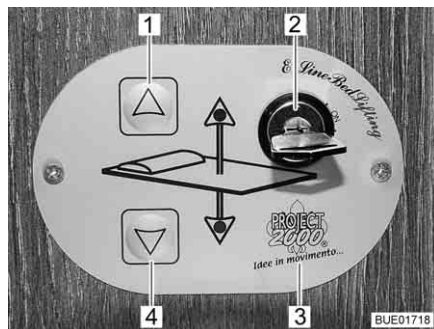
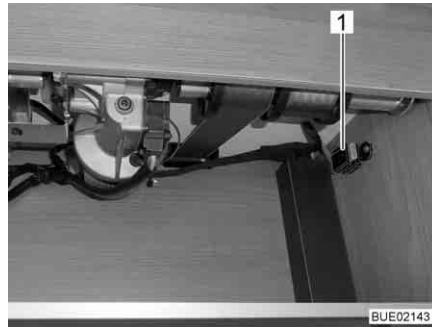

Fig. 131 Elemento di regolazione
Fig. 134 Fusibile
È possibile abbassare o alzare il letto basculante tramite i tasti (Fig. 131,1 e 4) presenti sull'elemento di regolazione (Fig. 131,3). L'elemento di regolazione viene bloccato tramite l'interruttore a chiave (Fig. 131,2) per evitarne l'utilizzo accidentale.
- Ruotare la chiave dell'interruttore a chiave (Fig. 131,2) di 90° in senso orario. L'elemento di regolazione (Fig. 131,3) è attivato.
- Premere il tasto freccia (Fig. 131,4) e tenerlo premuto fino a quando il letto basculante raggiunge la posizione desiderata in basso.
- Premere il tasto freccia (Fig. 131,1) e tenerlo premuto fino a quando il letto basculante raggiunge la posizione finale in alto.
Se non si riesce più a spostare il letto basculante con i tasti freccia (Fig. 131,1 e 4), controllare per prima cosa il fusibile nell'armadietto pensile posteriore (Fig. 134,1). Se il fusibile è a posto e ciononostante non si riesce a spostare il letto basculante, è possibile muoverlo manualmente.